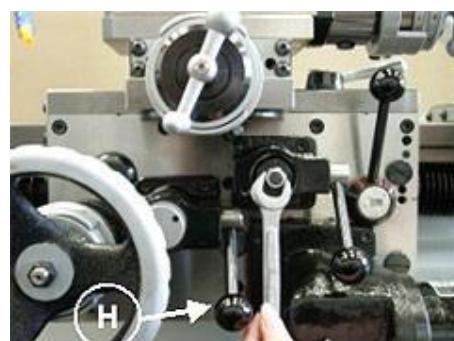

Рис.29 Муфта суппорта
2. Когда станок контактирует с упором ограничителя подачи, происходит проскальзывание сцепления. Муфта включается подъемом рукоятки «Н» (Рис.29) приблизительно на 20 градусов выше горизонтали, опускание рукоятки «Н» (Рис.29) вниз отключит сцепление. Когда винт автоподачи суппорта включен для нарезания резьбы, подача муфты механически блокируется (не может быть включена). Это предохраняет станок от повреждения. Отрегулируйте муфту как показано на Рис.29.